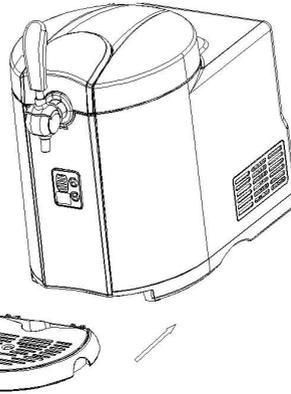

Figure 2
- Faites glisser le plateau d'égouttage dans l'ouverture prévue (voir la figure 2).